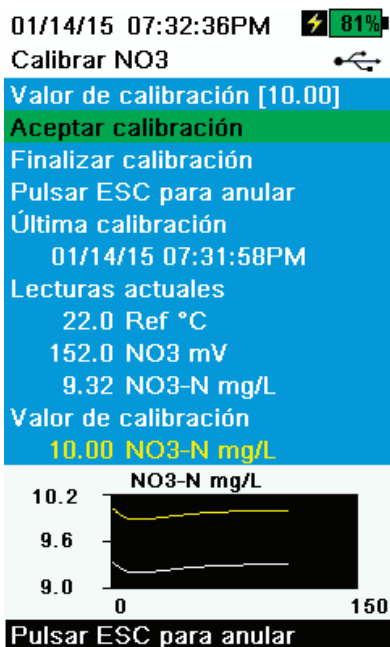

Figura 55 Calibrar el ISE
6. Observe las lecturas reales de estabilidad (la línea blanca en el gráfico no muestra cambios significativos durante 40 segundos), luego seleccione **Aceptar calibración** (Figura 55). Se mostrará "Listo para cal. punto 2" en el área de mensajes.
11. Observe las lecturas reales de estabilidad (la línea blanca en el gráfico no muestra cambios significativos durante 40 segundos), luego seleccione **Aceptar calibración** (Figura 55). Se mostrará "Listo para cal. punto 3" en el área de mensajes.